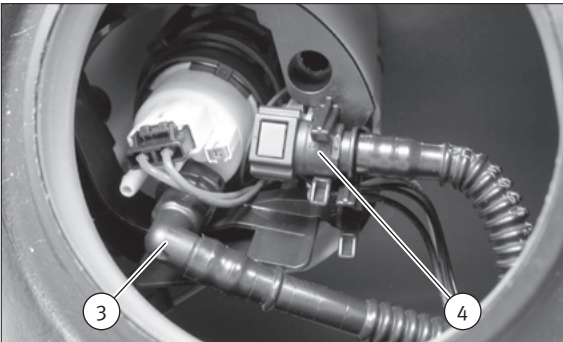

Abb. 2/Fig. 2/Puc. 2/图2
- Both return lines on our tank sender unit have been merged into one. Attach the return line (4) in the support on the fuel delivery module (Figs. 2 and 5).
- Attach the 90° quick connector of the pressure line. The locking mechanism must engage (Figs. 2 and 5).
- Sur notre unité d'indicateur de niveau, les deux conduites de retour sont réunies en une conduite. Fixer la conduite de retour (4) dans le dispositif de fixation sur le module d'alimentation en carburant (fig. 2 et 5).
- Fixer le connecteur rapide de 90° de la conduite de refoulement. Le verrouillage doit s'encliqueter (fig. 2 et 5).